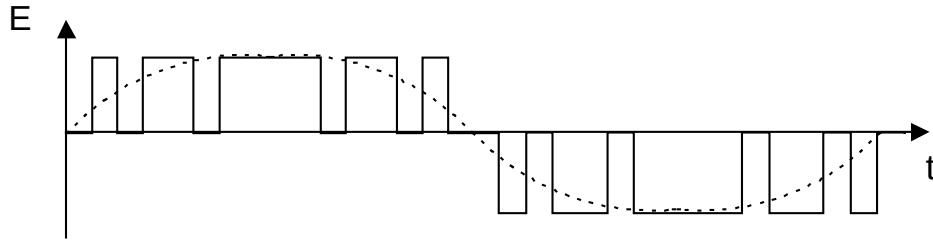

Figure IV-49 Forme d'onde à modulation de largeur d'impulsion
- Onduleurs à modulation d'impulsion (PWM) (Figure IV-49). L'onde de sortie est formée de trains d'impulsions positifs et négatifs, de largeur et d'espacement variable. La résultante de la forme de sortie se rapproche d'une sinusoïde.